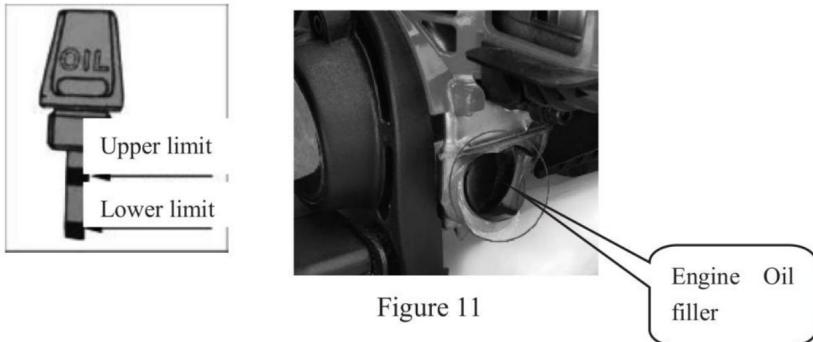

Figure 11
a. Postaw maszynę na podłożu, odkrć wskaźnik poziomu oleju i sprawdź poziom oleju: poziom oleju powinien sięgać górnego znaku granicznego na poziomie oleju miernik. (patrz rysunek 11)